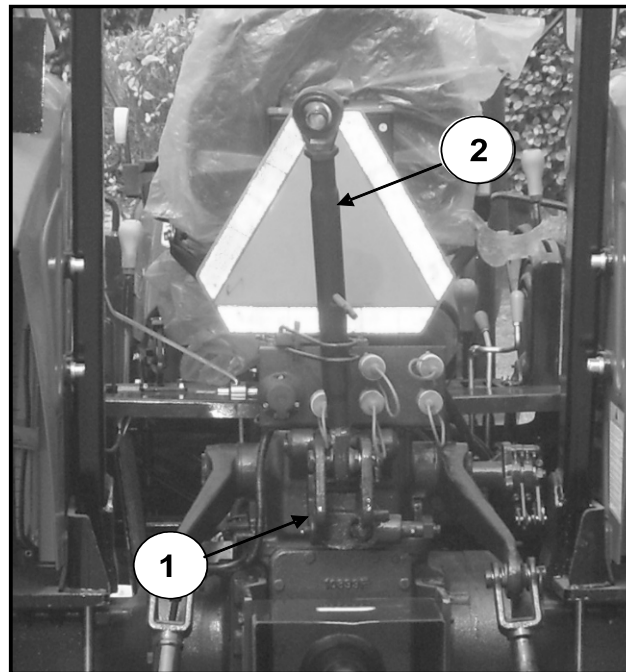

Fig. 4-32
4.56 Topling mehaničkog sistema za podizanje (Fig. 4-32)